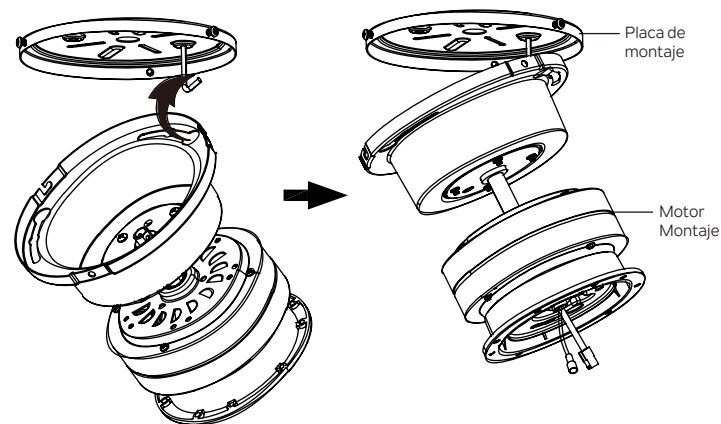

Figura 5
**Paso 2.** Enganche el montaje del motor en la placa de montaje como se muestra. Ahora puede continuar con el cableado eléctrico de su ventilador. (Figura 5)